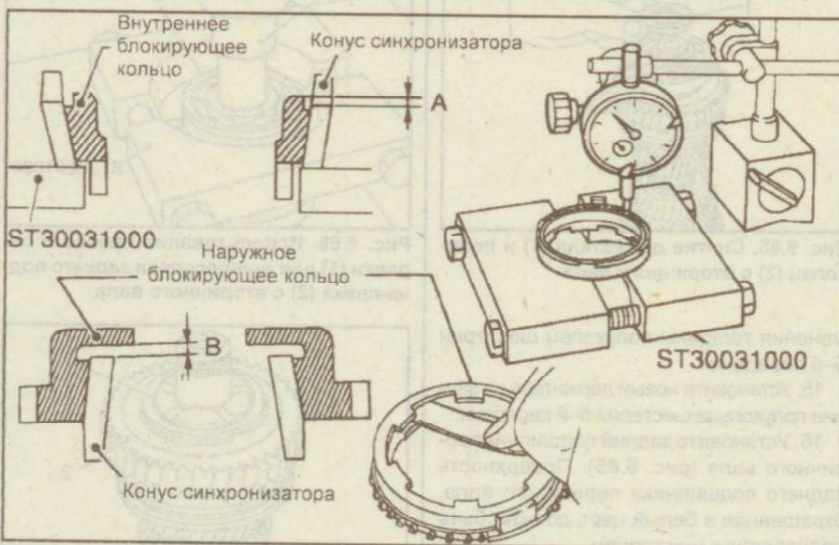

Рис. 9.96. Проверка износа блокирующих колец 1-й и 2-й передач
• Проверьте износ блокирующих колец 1-й и 2-й передач (рис. 9.96).